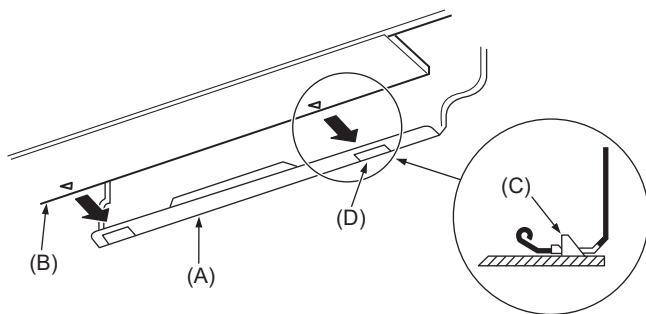

Fig. 3-15
3. Al introducir las tuberías de refrigerante y la manguera de drenaje en el orificio de penetración en la pared (manguito de penetración), cuelgue la parte superior de la unidad interior en la placa de montaje (1).
5. Fije la unidad en la placa de montaje (1) empujando la parte inferior de la unidad. (Fig. 3-15)
- * Asegúrese de que los tiradores de la parte inferior de la unidad interior estén bien enganchados en la placa de montaje (1).
- (A) Placa de montaje (1)